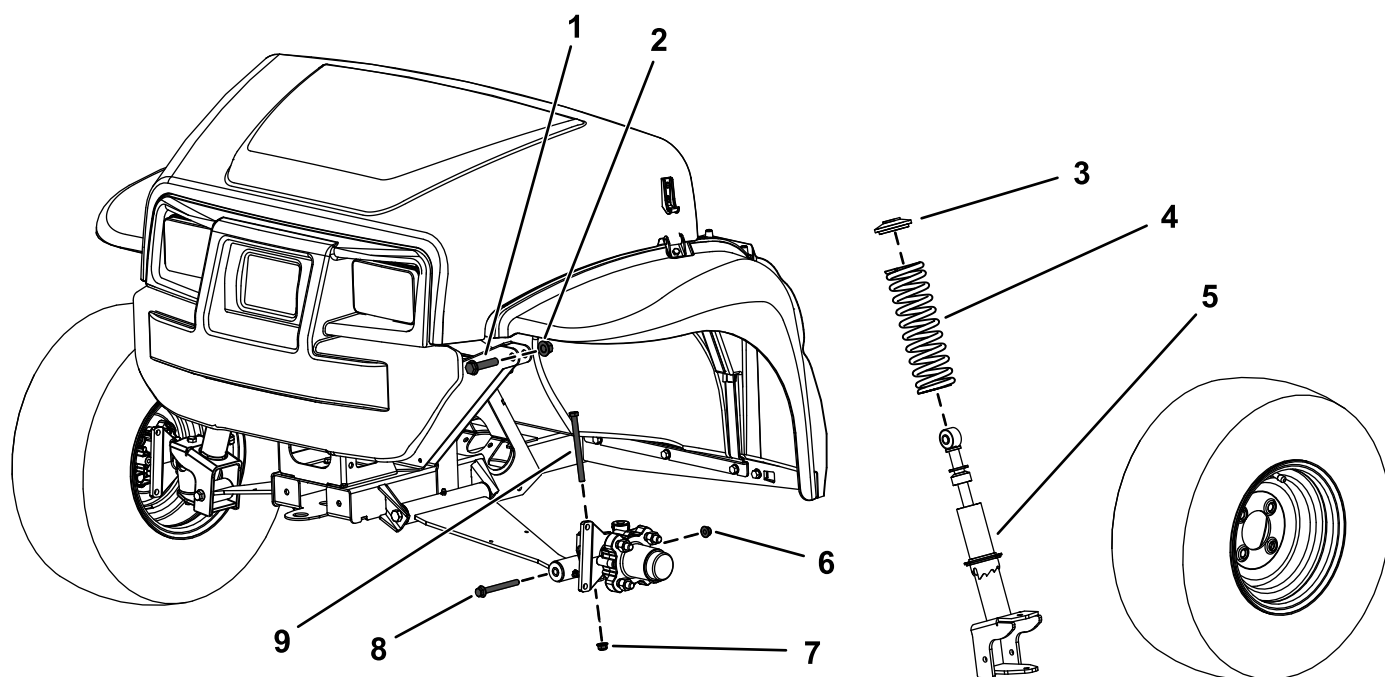

Figure 1
2. Retirez le boulon à tête hexagonale (3/8" x 4¾") et l'écrou à embase (3/8") de la fusée (Figure 1).
3. Retirez le boulon à tête hexagonale (3/8" x 3½") et l'écrou à embase (3/8") du bras de commande (Figure 1).
4. Retirez le boulon à tête hexagonale (½" x 2¼") et le contre-écrou (½") qui fixent la jambe de suspension au cadre supérieur (Figure 1).
5. Déposez la jambe de suspension (Figure 1).
3. Déposez le ressort la jambe de suspension (Figure 1).
4. Installez le nouveau ressort sur la jambe de suspension existante (Figure 1).
tête hexagonale supérieur ($\frac{1}{2}$ " x $2\frac{1}{4}$ ") et le contre-écrou ($\frac{1}{2}$ "), comme montré à la Figure 1.
4. Posez le boulon à tête hexagonale ($\frac{3}{8}$ " x $4\frac{3}{4}$ ") et l'écrou à embase ($\frac{3}{8}$ ") sur la fusée (Figure 1).
6. Fixez la partie inférieure de la jambe de suspension au bras de commande avec le boulon à tête hexagonale supérieur ($\frac{3}{8}$ " x $3\frac{1}{2}$ ") et l'écrou à embase ($\frac{3}{8}$ "), comme montré à la Figure 1.